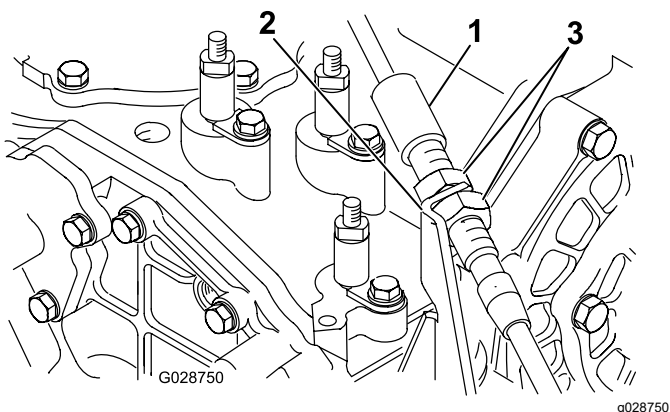

Figura 14
- Inserte el otro extremo del cable de la palanca de la TDF a través de la abertura en el lateral derecho de la consola y del soporte del cable en la parte trasera de la consola (Figura 14).